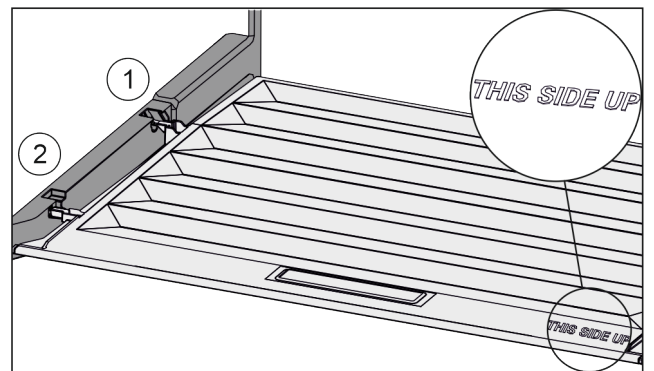

Fig. 110
▶ 从后部固定支架 Fig. 110 (1) 开口导入桥形接片并卡入固定支架 Fig. 110 (2) 的前端。